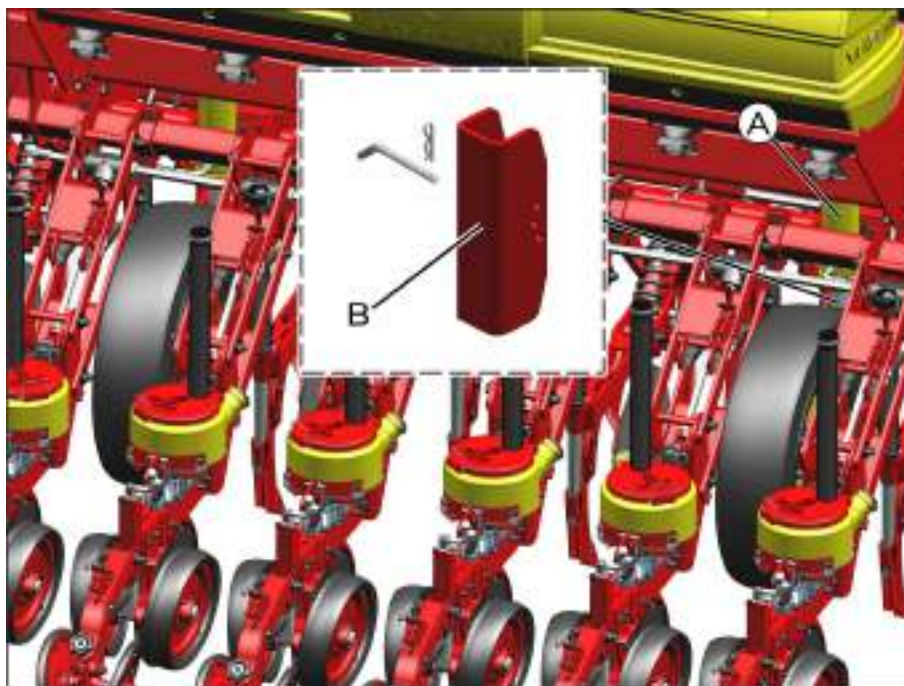

fig. 28
Para desacoplar a semeadora do trator, acione o comando de levante erguendo totalmente a semeadora. Após, estando todos os rodados erguidos por completo, calce os cilindros hidráulicos (A) de todos os rodados, utilizando o calço de 235 mm (B) (fig 28).